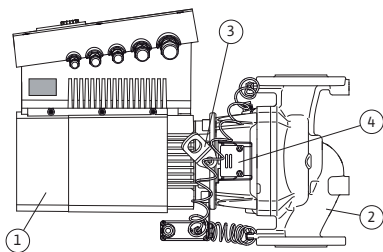

Fig. 10: Pompe complète
La principale caractéristique de la gamme Ixens est le refroidissement par enveloppe du moteur. Le flux d'air est transporté de façon optimale à travers le capot de ventilateur (fig. 10, pos. 1) pour refroidir le moteur et le module électronique.
La (fig. 10, pos. 2) montre le corps de pompe avec un guidage spécial de la lanterne pour soulager la roue.
Utiliser les œillets de transport (fig. 10, pos. 3) comme indiqué aux chapitres 3 «Transport et entreposage intermédiaire» à la page 5 et 10 «Entretien» à la page 48.
Le regard masqué par la tôle de protection (fig. 10, pos. 4) dans la lanterne est utilisé conformément au chapitre 10 «Entretien» à la page 48 lors des travaux d'entretien. Le regard peut également être utilisé pour contrôler les fuites tout en observant les consignes de sécurité indiquées au chapitre 9 «Mise en service» à la page 44 et au chapitre 10 «Entretien» à la page 48.